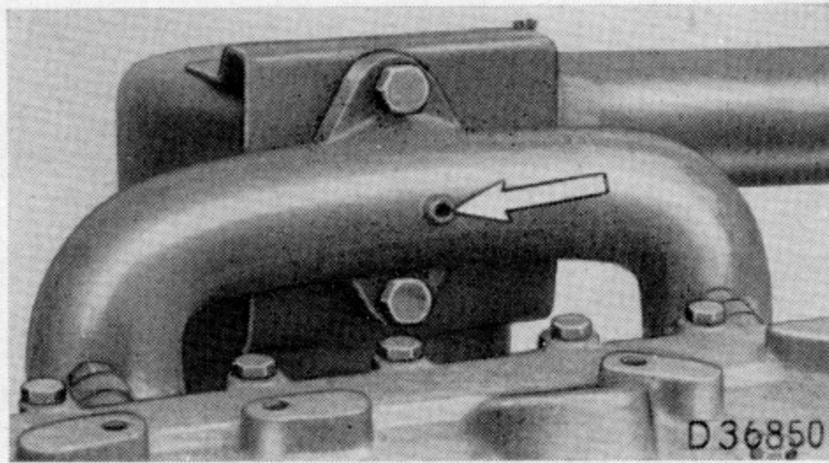

Bild 248
4. Verschlußschraube (Bild 248) herausschrauben, durch die Öffnung Rostschutzöl einspritzen und Öffnung wieder verschließen.